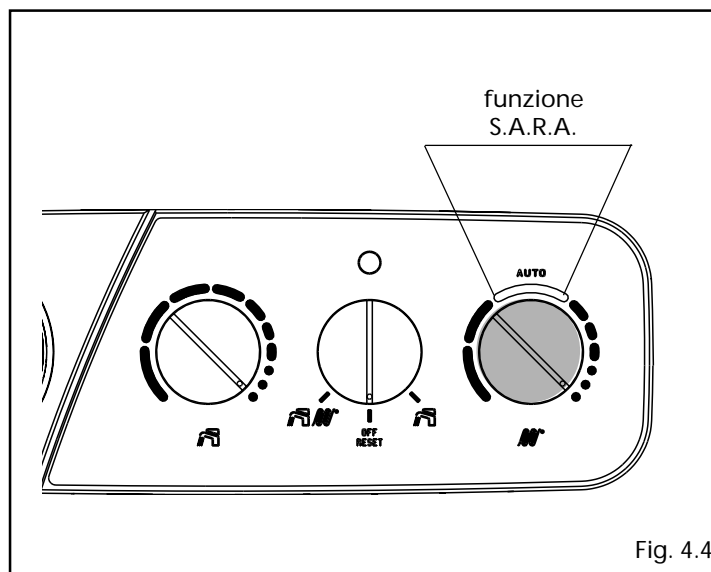

Fig. 4.4
- Lampeggiante veloce con visualizzazione breve, ingresso nella funzione S.A.R.A. (Sistema Automatico Regolazione Ambiente). Posizionando il selettore temperatura acqua riscaldamento nella zona contrassegnata dalla scritta AUTO - valore di temperatura da 55 a 65 °C - (fig. 4.4) si attiva il sistema di autoregolazione S.A.R.A.: la caldaia varia la temperatura di mandata in funzione del segnale di chiusura del termostato ambiente. Nel caso di collegamento al pannello comandi a distanza, la segnalazione lampeggiante veloce indice dell'ingresso nella funzione S.A.R.A. è attiva sul pannello di comando della caldaia ma non sul display del pannello comandi a distanza.